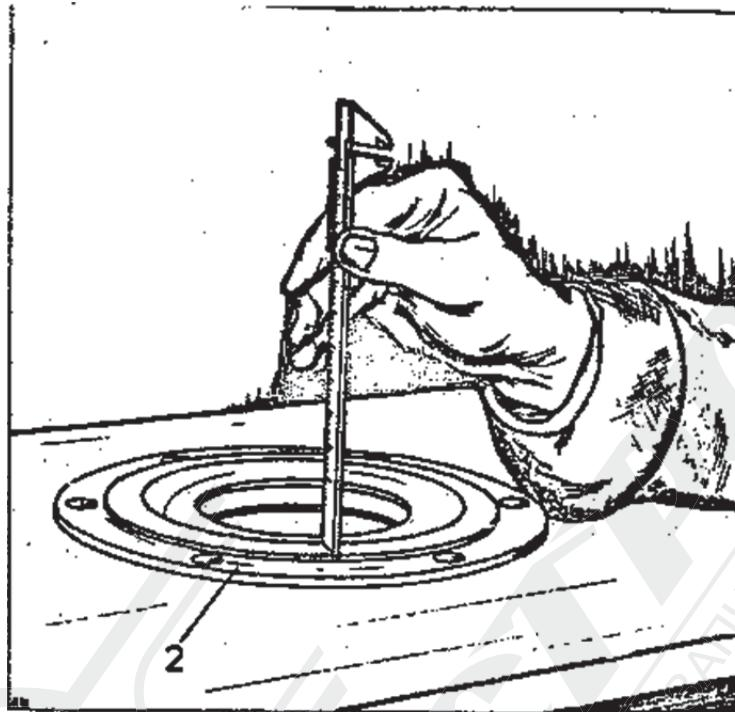

Рис. 3-11. Измерение глубины подключения в крышке
11. Померить штангенциркулем глубину подключения в обеих крышках 2 /рис. 3-11/. Величины сложить и обозначить "Б".